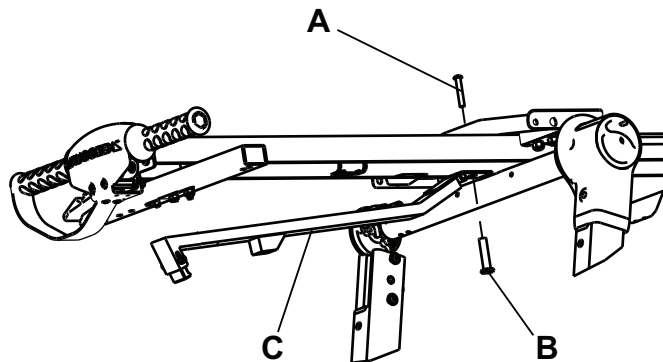

Abbildung 6 – Hakenarm
- a. Mit einem T27H-Sternschlüssel und einem M16-Schraubenschlüssel die Linsenkapf-Innensechskantschraube (A) und die Flanschnutter (B) entfernen (Abbildung 6). Schraube und Mutter aufbewahren.
- b. Loctite® 242 blau auf die Linsenkapf-Innensechskantschraube (A) bzw. die Flanschnutter (B) auftragen.
- c. Die mitgelieferte Hakenarm-Baugruppe (C) (610000010016) mit der in Schritt 5a entfernten Schraube und Mutter installieren (Abbildung 6).